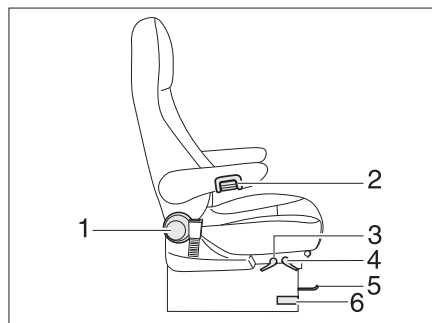

Bild 98 Fahrer- und Beifahrersitz
- Den Hebel zum Drehen des Sitzes (Bild 98,6) drücken oder ziehen. Der Sitz wird aus der Arretierung gelöst.